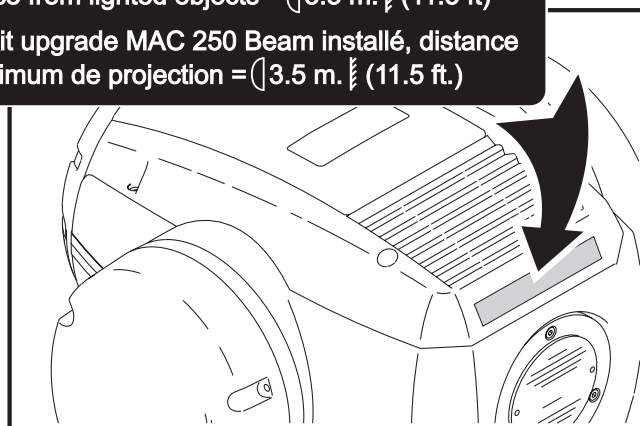

Figure 10
13. Collez l'étiquette de mise en garde fournie avec le kit à l'arrière de l'appareil comme indiqué sur la Figure 10. Lorsque le kit Beam est installé, cette étiquette remplace la mise en garde de série imprimée sur le MAC 250 Wash standard. **Ne pas illuminer de surface située à moins de 3,5 m (11 ft. 6 ins.) du MAC 250 Beam.**